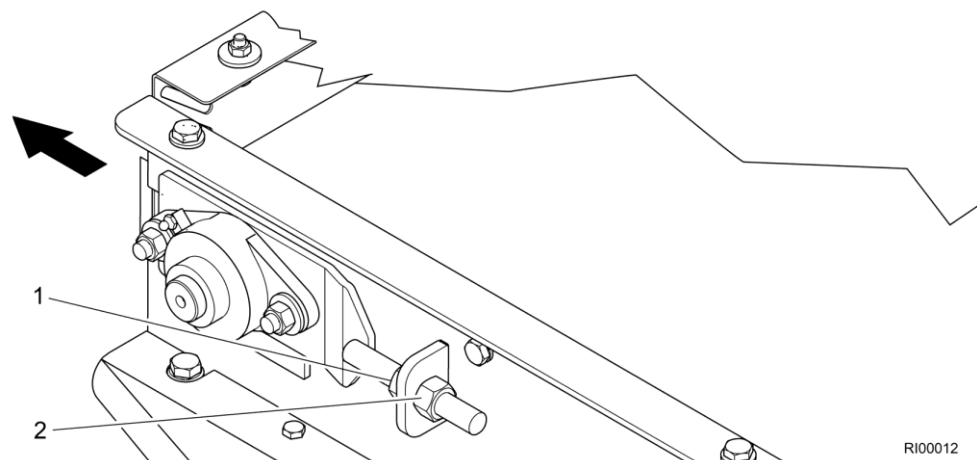

Bild 47 Transportband nachjustieren
1. Wenn das Transportband z. B. nach links verläuft und an der linken Seite der Bänderleinheit streift, die Kontermutter (Bild 47/2) auf der linken Seite des Transportbands lösen.
2. Mutter (Bild 47/1) schrittweise eine halbe Umdrehung im Uhrzeigersinn drehen.
3. Kontermutter (Bild 47/2) festziehen.